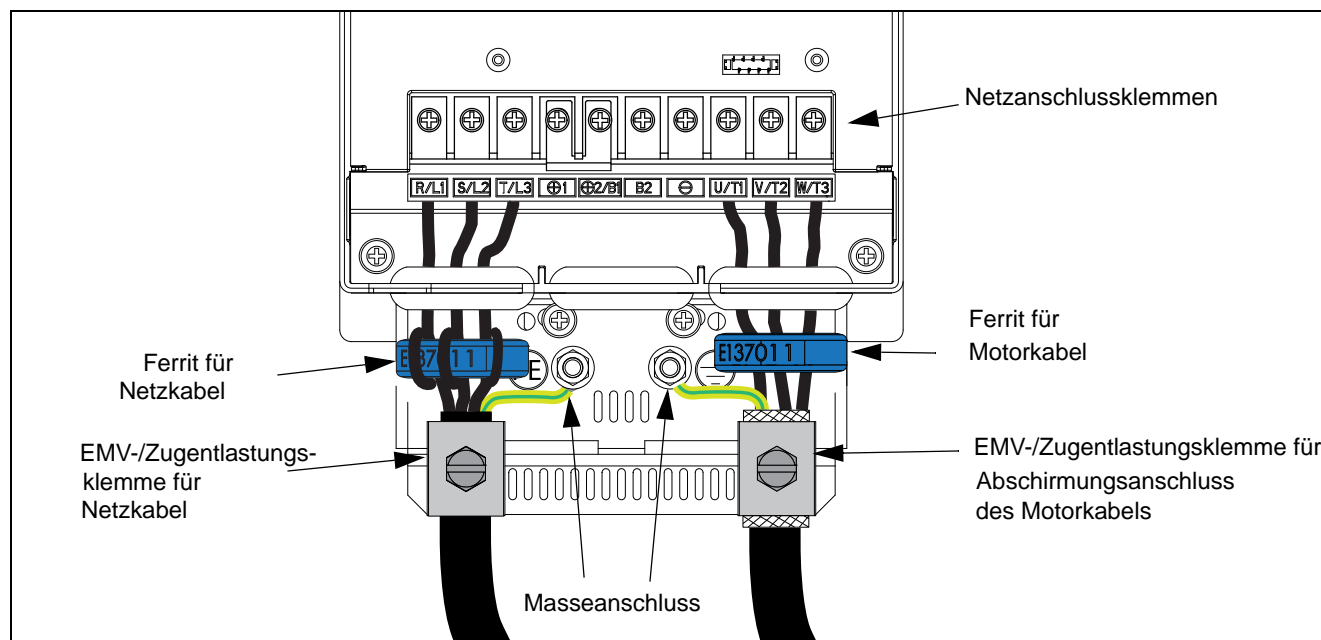

Abb. 17 Anschlüsse für Netz- und Motorkabel
Die Motorkabel sind gemäß U/T1 - U, V/T2 - V und W/T3 - W anzuschließen, siehe Abb. 17.
Schließen Sie Netz- und Motorkabel gemäß Abb. 17 an.
- Schließen Sie die Abschirmung des Motorkabels gemäß Abb. 17 an die entsprechende Klemme an.